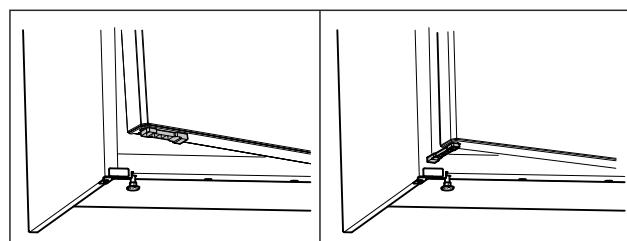

Fig. 68 *
- Поверните ограничитель открытия двери на 90°. (см. Fig. 68) *